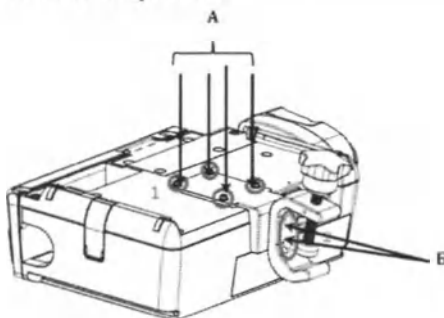
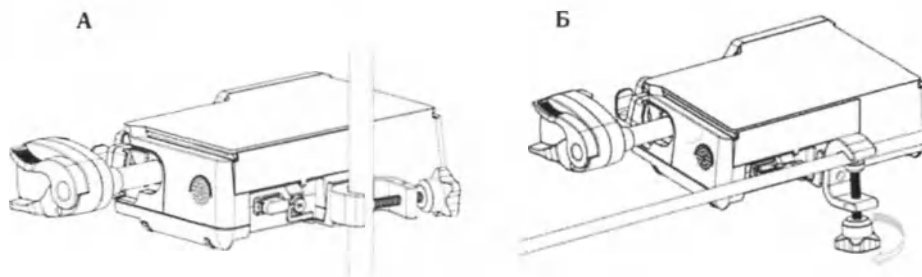

Рис. 8. Установка крепления к насосу.
Рис. 9. Крепление насоса на инфузионной стойке.
1. С помощью крестовой отвертки и 4 винтов М4 установите крепление на нижней части корпуса насоса, как показано на рис. 8.
2. Конструкция крепления позволяет закрепить шприцевой насос, как на вертикальной (рис. 9А), так и на горизонтальной (рис. 9Б) инфузионной опоре. Для этого установите С-образный держатель с помощью 2 винтов М4 по отношению к пластине крепления в соответствующее положение, как показано на рис. 8(Б).